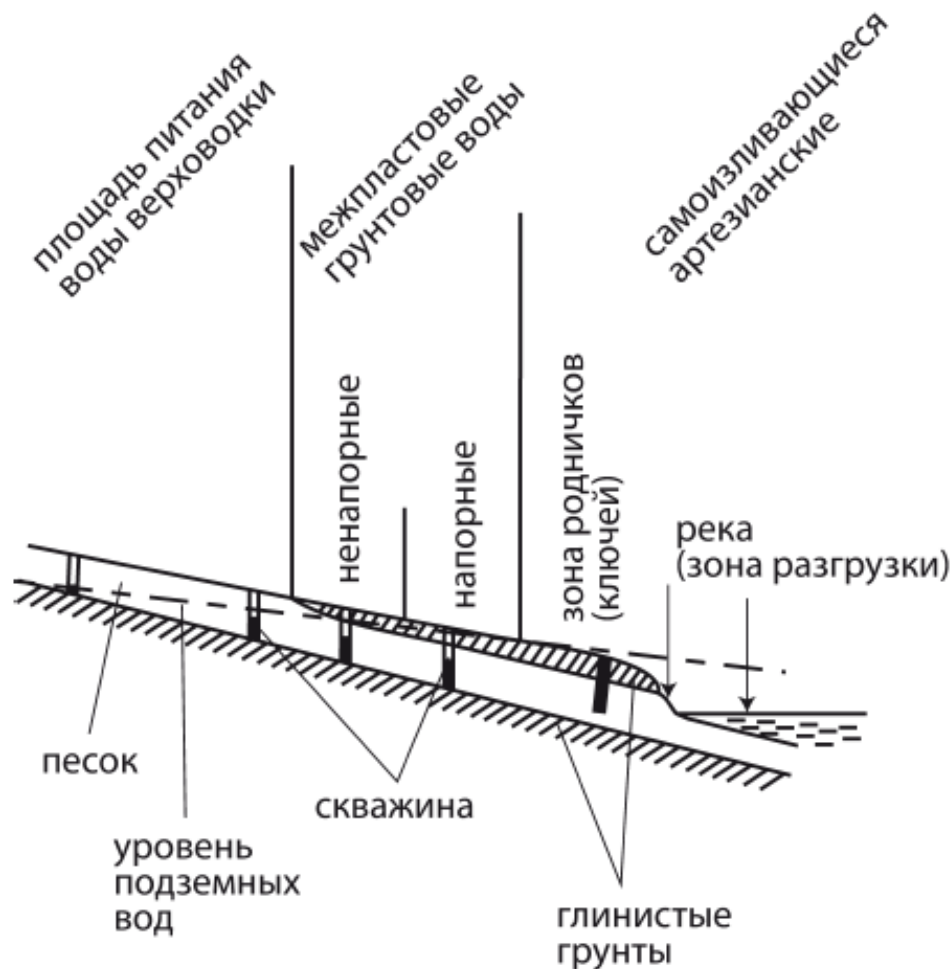

Рисунок 1. Классификация грунтовых вод
- самоизливающиеся или артезианские воды (рис. 1).